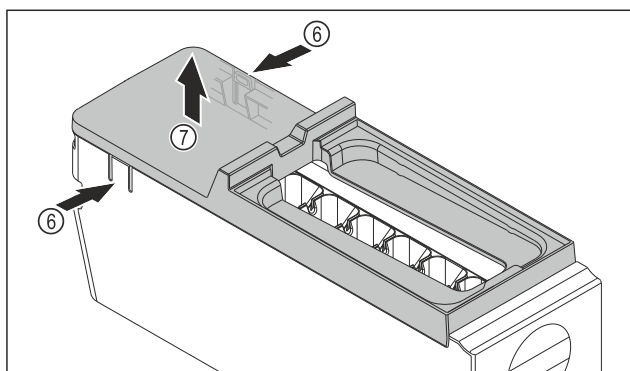

Fig. 137
- ▶ Wymywanie ostony korpusu EasyTwist-Ice: Docisnąć jedną ręką nakładki Fig. 137 (6) po obu stronach korpusu EasyTwist-Ice.
- ▶ Drugą ręką wyjąć ostonę Fig. 137 (7) ku górze.